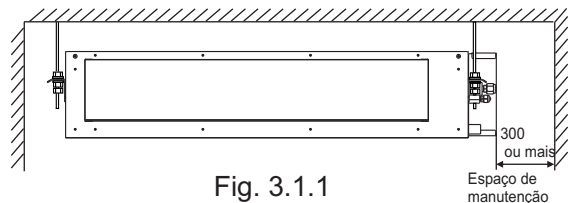
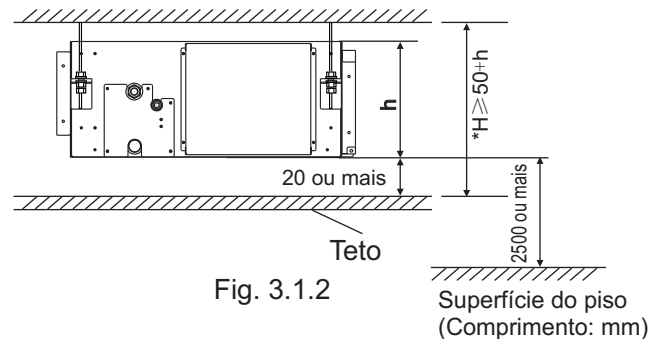

Fig. 3.1.1
Fig. 3.1.2
- É assegurado um espaço suficiente para manutenção e manutenção (veja Fig.3.1.1, Fig.3.1.2)
(1) Remova o flange do lado de admissão.